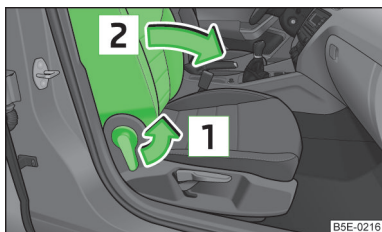

Fig. 54
- Tirez la manette dans le sens de la flèche **1** » fig. 54.